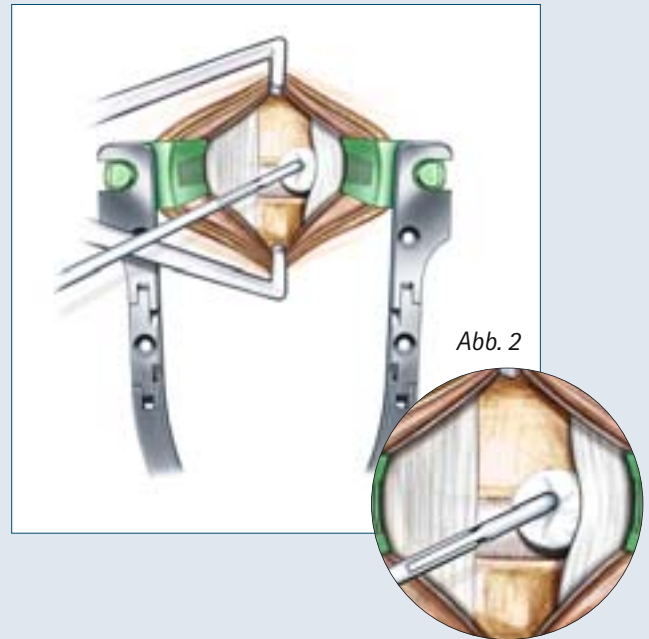

Abb. 2
- Nach Inzision der Haut erfolgt das Einsetzen des CCR Retraktors. Die Valven sind in PEEK und Titan verfügbar. Ein Gegensperrerr kann verwendet werden (Abb. 2).